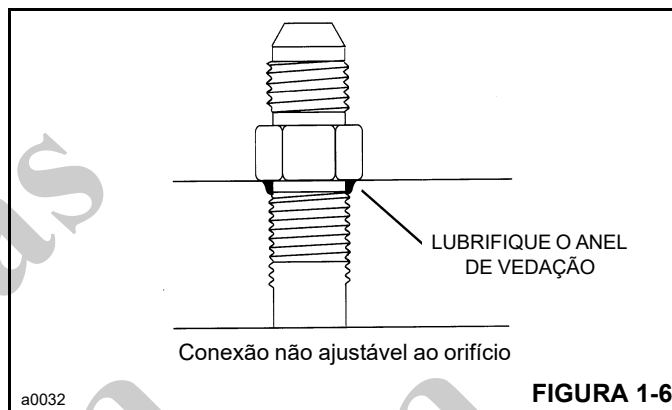

FIGURA 1-6
2. Lubrifique o anel de vedação com óleo limpo (Figura 1-6).